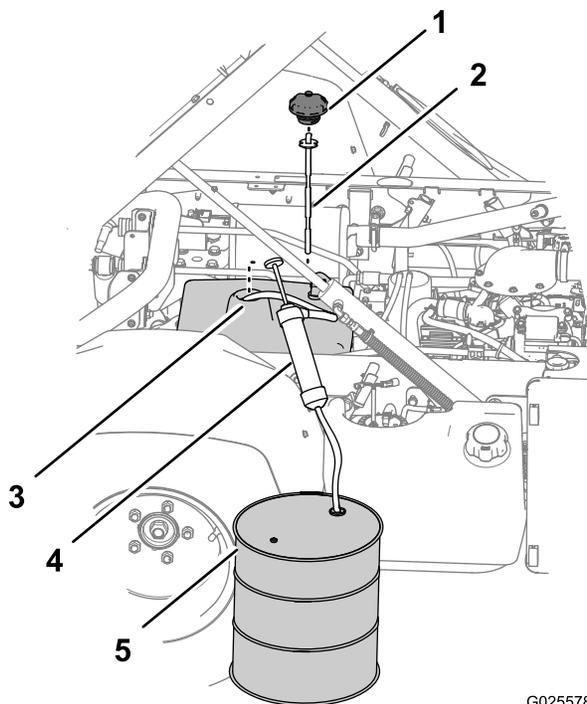

Figure 91
3. Enlevez le bouchon et la jauge dans le goulot de remplissage du réservoir (Figure 91).
4. Insérez le flexible d'admission du matériel d'aspiration dans le goulot de remplissage du réservoir hydraulique jusqu'au bas du réservoir (Figure 91).
5. Dirigez le flexible d'évacuation du matériel d'aspiration dans un bac de récupération (Figure 91) de 11,4 l de capacité pour les modèles autres que TC, ou de 18,9 l de capacité pour les modèles autres que TC équipés du kit hydraulique grand débit (option) ou le modèle TC.
7. Enlevez le matériel d'aspiration du réservoir (Figure 91).
8. Versez 7,5 l (pour les modèles autres que TC) ou 15,1 l (pour les modèles autres que TC équipés du kit hydraulique grand débit [option] ou le modèle TC) du liquide hydraulique spécifié dans le réservoir hydraulique (Figure 91).
9. Insérez la jauge et le bouchon dans le goulot de remplissage du réservoir hydraulique (Figure 91).